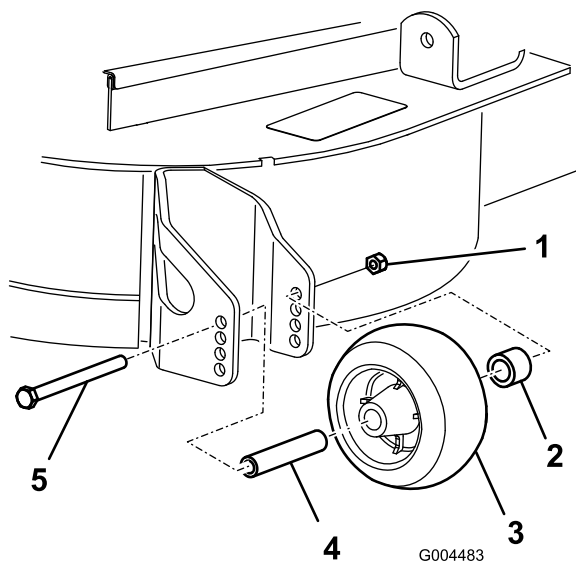

Figure 8
3. Après avoir réglé la hauteur de coupe, réglez les galets en retirant l'écrou à collerette, la bague, l'entretoise et le boulon (Figure 8).
5. Posez l'écrou à embase, la bague, l'entretoise et le boulon. Serrez à un couple de 54 à 61 Nm (Figure 8).